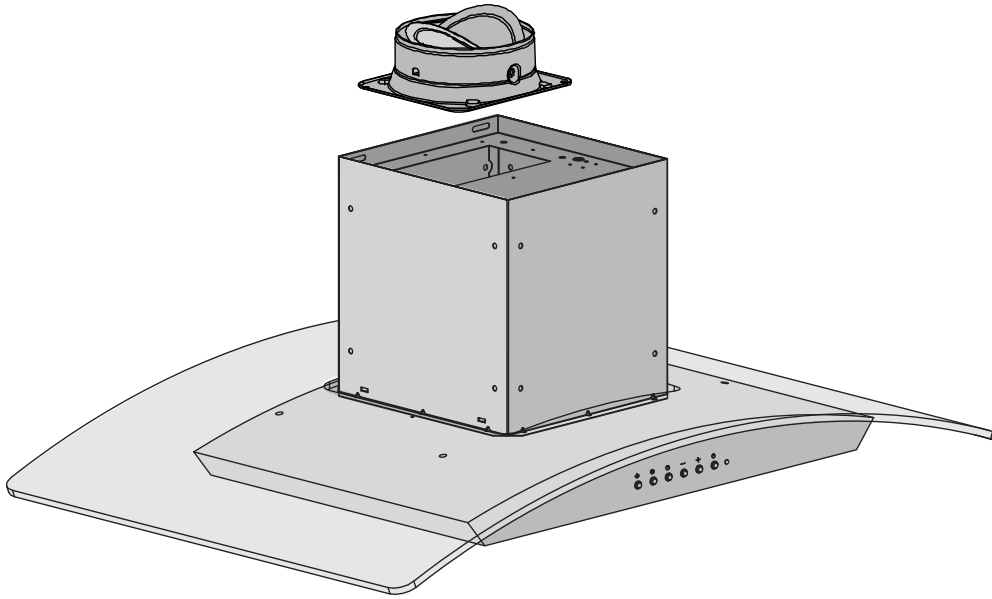

Figure 3
- Attachez le clapet sur le dessus de la hotte. Voir figure 3.